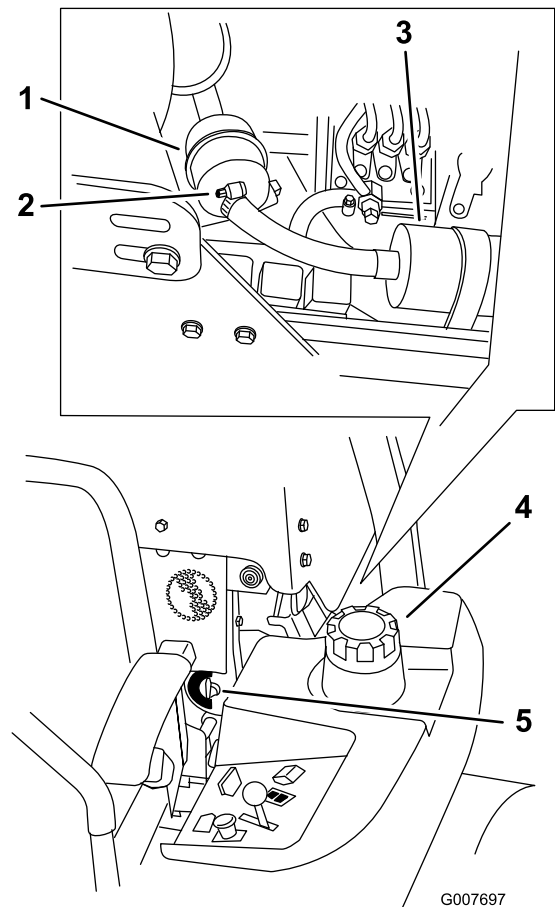

Figura 44
4. Chiudete la valvola di intercettazione del carburante (Figura 44).
5. Allentate le due fascette stringitubo e scollegate i tubi del carburante dal filtro carburante (Figura 44).
6. Montate un nuovo filtro. Collegate i tubi del carburante al filtro carburante e montate le due fascette stringitubo (Figura 44).